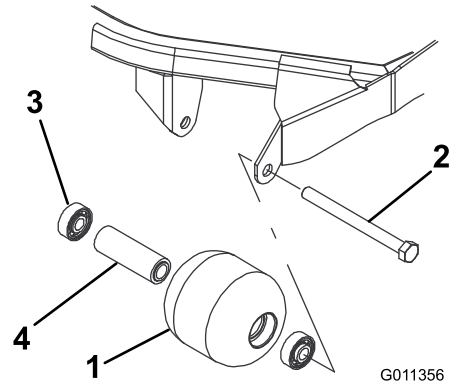

图70
1. 拆下滚筒安装螺栓（图70）。
4. 检查滚筒壳体、轴承以及轴承隔片是否受损（图70）。更换受损的组件和总成。
1. 将第一个轴承按入滚筒壳体（图70）。仅按住外座圈，或同时按住内、外座圈。
2. 插入隔片（图70）。
3. 将第二个轴承按入滚筒壳体（图70），同时按住内、外座圈，直至内座圈接触到隔片。